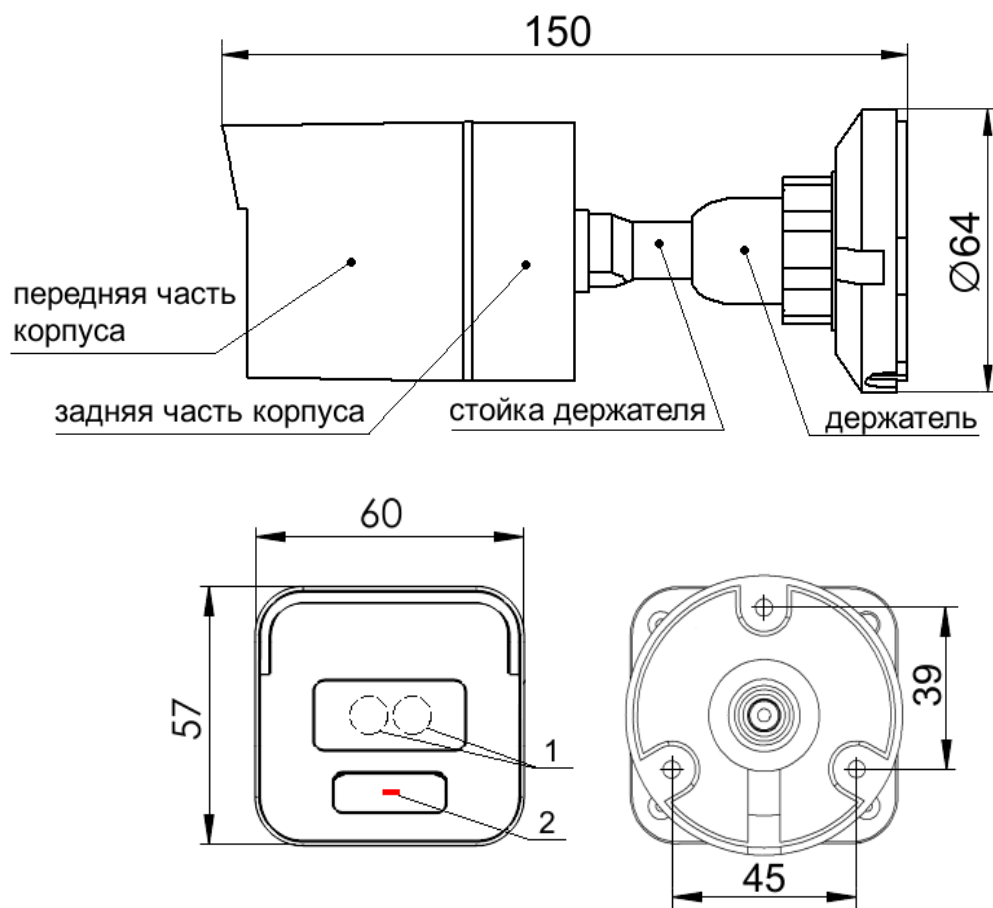

Рисунок 1 – Общий вид извещателя с габаритными размерами.
1.4.4 Передняя и задняя части корпуса соединены винтами через герметизирующий вкладыш. В торце передней части корпуса находятся два оптических окна. В верхнем окне герметично закреплён защитный пластиковый фильтр, закрывающий фотоприемники (рисунок 1, позиция 1). В нижнем – вклеено прозрачное стекло, закрывающее светодиод индикации (рисунок 1, позиция 2). Также в передней части корпуса на латунных стойках установлена печатная плата с элементами.
Оповещения (в том числе, извещения по событиям) выдаются пользователю через информационный обмен с КДЛ (через ДПЛС), а также посредством индикации красного светодиода на плате извещателя (рисунок 1, позиция 2), если это задано соответствующими настройками извещателя в конфигурации КДЛ. Извещения по событиям дублируются по обоим каналам.
1.4.8 Индикация состояний извещателя осуществляется с помощью светодиода (рисунок 1, позиция 2). Кроме того, светодиод одновременно является приёмником сигнала лазерных тестеров, таких как «ДИП-ТЕСТ» фирмы «Болид», «Астра-941», «Астра-942» фирмы «ТЕКО» и «ЕСО1000RTU/S300RTU» фирмы «System Sensor», поданного с расстояния не более 3 метров.